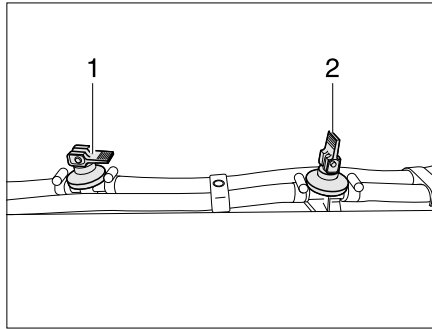

Bild 345 Ablasshahn
- Alle Ablasshähne öffnen. Dazu den Kippschalter (im Bild 345,2) senkrecht stellen.